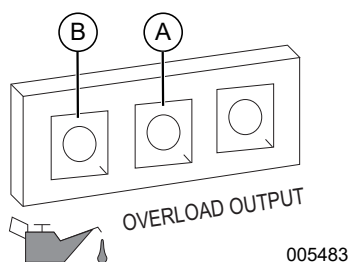

Figure 3-3. Défaillance sur arrêt
REMARQUE IMPORTANTE : Ne surchargez pas le générateur ou les prises individuelles du panneau. Reportez-vous à la **Figure 3-3**. En cas de surcharge, le témoin DEL de surcharge (A) s'allumera et la sortie c.a. sera coupée. Pour remédier à ce problème, voir section **Témoins d'état du générateur**. Lisez attentivement la section **Connaître les limites de son générateur**.
Le moteur est équipé d'un capteur de faible niveau d'huile conçu pour couper automatiquement le moteur lorsque le niveau d'huile chute en dessous d'un niveau spécifié, et ce afin d'éviter d'endommager le moteur. Voir **Figure 3-3** (B). Tant que le réservoir d'huile ne sera pas rempli au niveau approprié, le moteur ne fonctionnera pas.